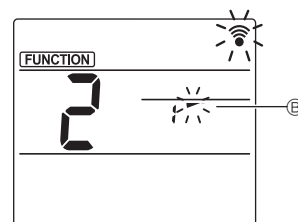

Fig. 3
③ Impostazione dell'angolazione deflettore (Fig. 3)